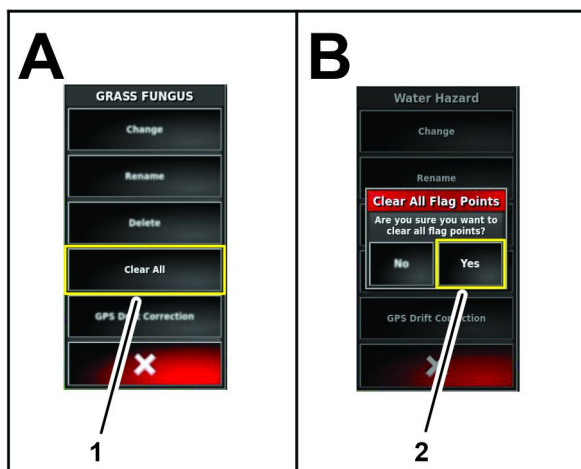

Figura 86
1. Nel menu Modifica segnalazione, premete l'icona ELIMINA TUTTI (Figura 86).
2. Nella finestra di dialogo Elimina tutti i punti di segnalazione, premete l'icona Sì (Figura 86).